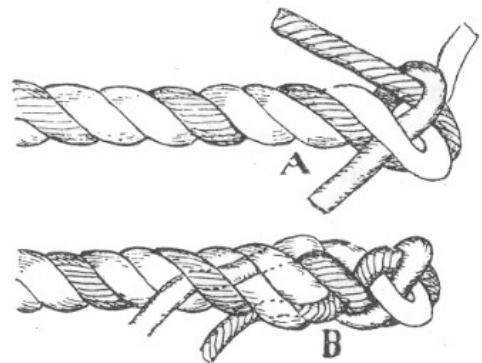

Fig. 98. Spansk Takling.
- *Spansk Takling*, Fig. 98, anvendes kun i en snæver Vending, hvor man ikke har Garn ved Haanden, naar en Ende eller Trosse mangler Takling. For at hindre Trossen i at slaa op, laver man som vist i Figuren først en Krone og splejser derefter Kordelerne ned i Tovet med hel, halv og kvart Kordel.